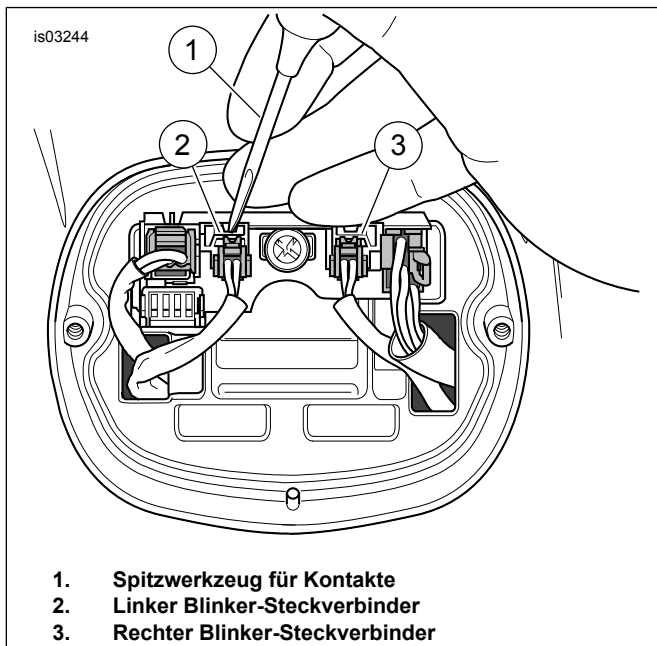

Abbildung 3. Blinker-Steckverbinder entfernen
4. Siehe Abbildung 3. Mit einem Spitzwerkzeug für Kontakte (1) die Verriegelungszungen niederdrücken und die Blinker-Steckverbinder (2-polig) (2, 3) von der Schaltplatine abtrennen.